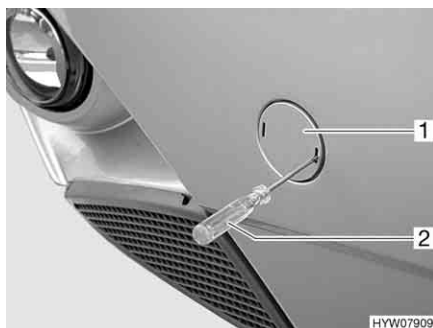

Fig. 35 Copertura per l'alloggiamento dell'occhione di traino
- Inserire un cacciavite per viti a intaglio (Fig. 35,2) in una delle aperture nella copertura (Fig. 35,1) e allentare il bloccaggio.